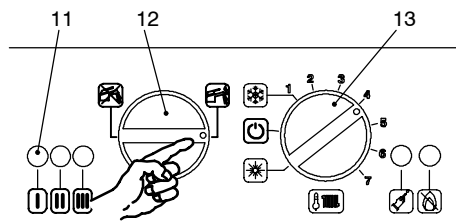

fig. 6.5
- 24 **Ruotare la manopola settaggio serbatoio dinamico 12 come in fig. 6.5**